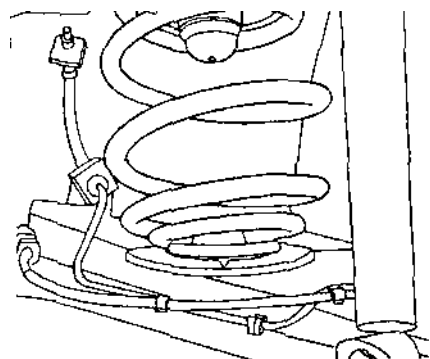

Рис. 5.34.
• установить пружину и поднять рычаг подвески, совместив отверстие в его кронштейне с отверстием в проушине амортизатора, вставить болт и затянуть его (рис. 5.34);